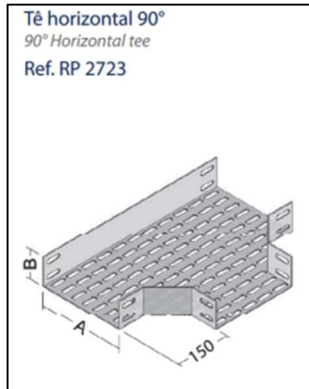

Figura 22: Tê horizontal 90°
- v. Tê horizontal 90° (Figura 22);